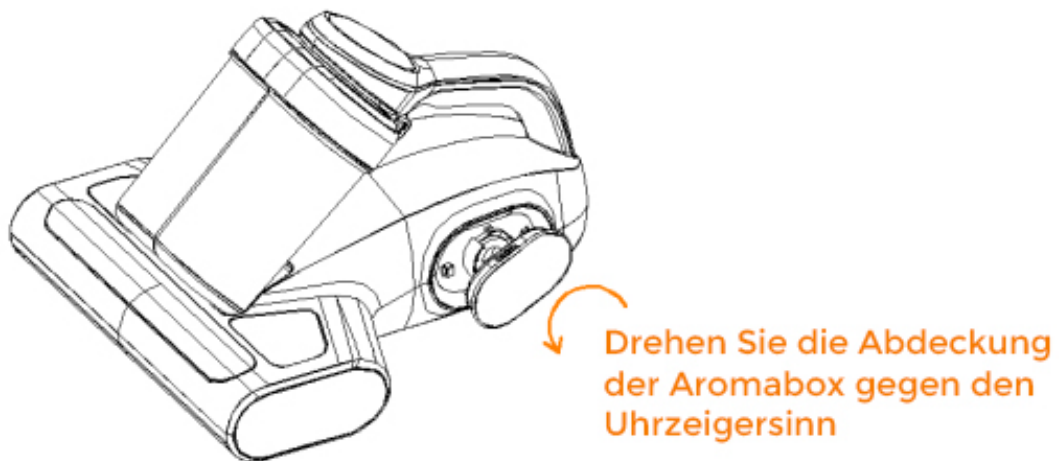

Abb.7
2. Deckel der Aromabox gegen den Uhrzeigersinn drehen (Abb. 7).